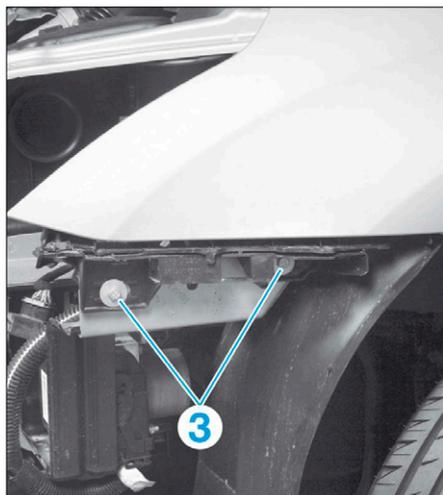

FIG. 13
- Déposer les 2 vis de fixation (3) du support de bouclier AV (Fig.13).